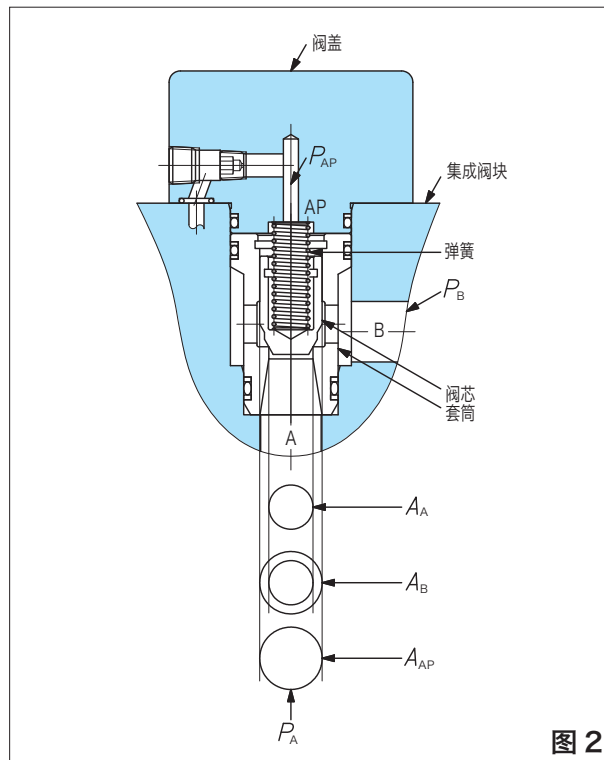

图 2
- 图 2 中端口 A 及端口 B 的压力使阀芯向开启方向动作。A 的压力 P_A 所施加的面积为阀座的圆形面积 A_A ，B 的压力 P_B 所施加的面积为阀座与阀芯之间的同心圆面积 A_B 。从控制阀盖导入的先导压力 P_{AP} 施加于阀芯上部，使阀向闭合方向动作。其压力所施加的面积为阀芯面积 ($A_{AP} = A_A + A_B$)。